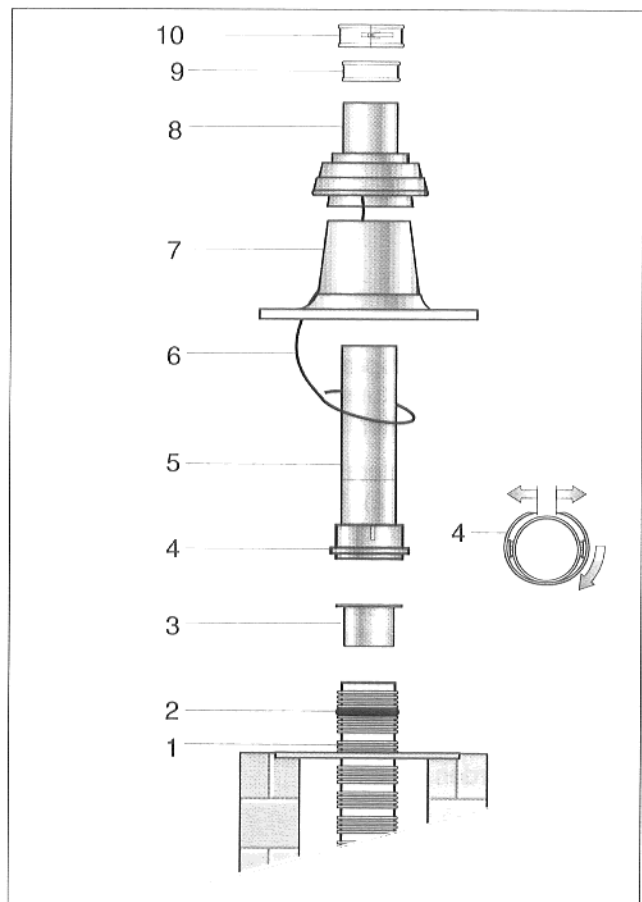

Abb. 25 Montage Mündungsanschlußstück
- Nuten zur Fixierung des Montagekreuzes (Abb. 25, Pos. 1) am Schornsteinkopf stemmen und Montagekreuz mittig einmauern.
- Abstützring (Abb. 25, Pos. 3) in das ÜB-Flex-Kunststoffrohr einschieben.
- Silikondichtring (Abb. 25, Pos. 2) über das ÜB-Flex-Kunststoffrohr schieben und im ersten glatten Rohrabschnitt fixieren. Darauf achten, daß die Dichtungslippen nach außen zeigen.
- Mündungsanschlußstück (Abb. 25, Pos. 5) auf das ÜB-Flex-Kunststoffrohr aufschieben. Dabei Bajonettring (Abb. 25, Pos. 4) aufspreizen und in einen glatten Rohrabschnitt einrasten lassen.
- Edelstahlseil (Abb.25, Pos. 6) durch die Schachtabdeckung (Abb. 25, Pos. 7) ziehen und über das Mündungsanschlußstück schieben.
- Schachtabdeckung und Aufsatz mit Hinterlüftung (Abb. 25, Pos. 8) von oben über das Mündungsanschlußstück schieben.
- Silikonmanschette (Abb. 25, Pos. 9) über die Verbindungsstelle zwischen Mündungsanschlußstück und Aufsatz mit Hinterlüftung schieben.
- Klemmband (Abb. 25, Pos. 10) über die Verbindungsstelle schieben und verschließen.